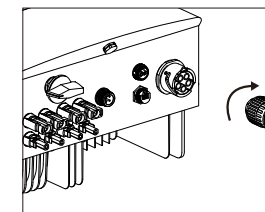

Figura 5.24 Conector AC para inversor
C) Ligue o conector CA ao inversor e aperte o conector CA no sentido horário (consulte a figura 5.24), até ouvir um leve clique indicando que a ligação foi bem-sucedida.